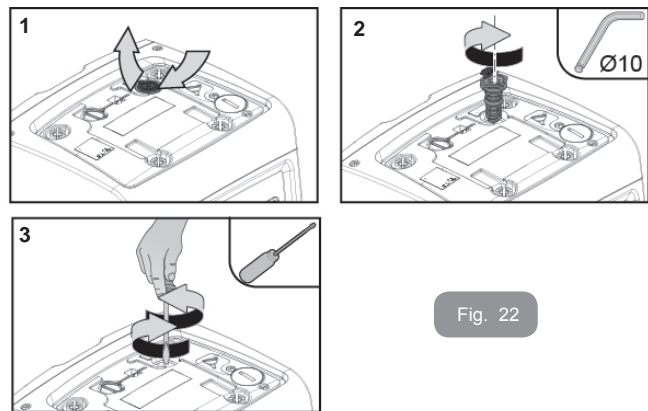

Fig. 22
2. lyft på gummhjättan till pluggen för att komma åt motoraxeln (fig. 22);
3. använd en 10 mm sexkantnyckel och ta bort pluggen för att komma åt motoraxeln (fig. 22);
4. för in en spårskruvmejsel i spåret på motoraxeln och vrid i båda rotationsriktningarna (fig. 22);